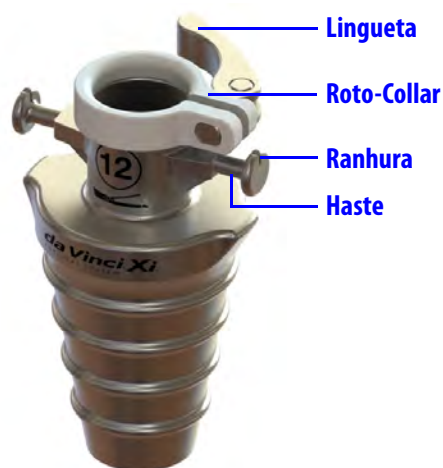

Figura 11.10 Cones Hasson
- **Cone Hasson:** um dispositivo com um lúmen que permite que a cânula seja fixada à parede corporal enquanto se mantém o pneumoperitônio (Figura 11.10).